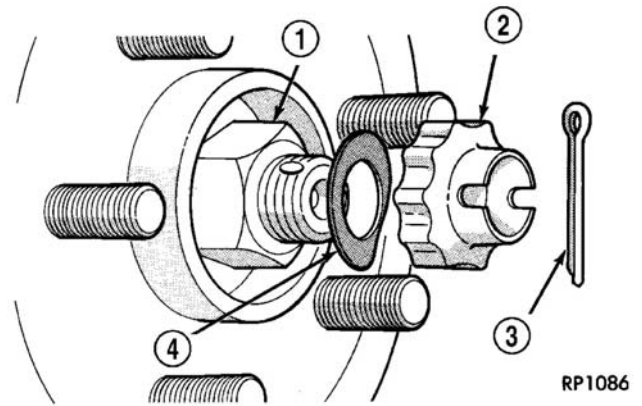

图 4 轮毂螺母
- （3）从短轴上卸下开口销、锁紧螺母和弹簧垫圈（图 4）。
- （4）在助手帮助下踩下制动，在保持前轮毂不转动的同时，卸下轮毂螺母（图 4）。
(5) 将轮毂螺母装到短轴的端头（图4）。在助手的帮助下施加制动以保持前轮毂不转动，同时紧固轮毂螺母以安装固定螺栓，并紧固至 $244 \text{ N} \cdot \text{m}$ (180 ft.lbs.) 的扭矩。
(6) 将车轮和轮胎总成安装到车辆上。按照正确顺序拧紧车轮螺母，直至所有螺母的扭矩都达到规定扭矩的一半。然后重复紧固顺序，使所有螺母都达到 $135 \text{ N} \cdot \text{m}$ (100 ft.lbs.) 的满规定扭矩。
(7) 将车辆降至地面。
(8) 检查前轮定位中的前束设定，如果未在技术要求内则重新设定。